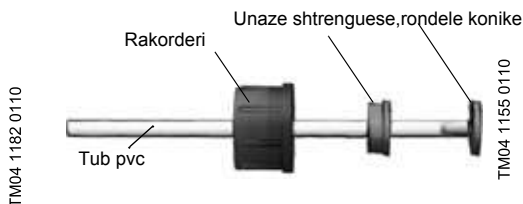

Fig. 8 Lidhjet hidraulike
2. Fut plotesisht rondelen konike shih fig.8